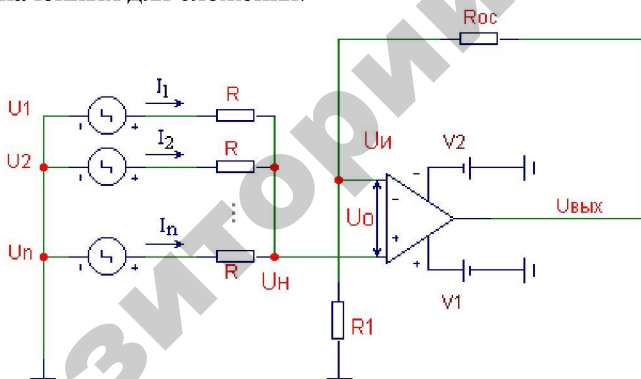

Рисунок 3.36, а - Неинвертирующий сумматор
3. Сумматор (рисунок 3.36).
Сумматоры делятся на инвертирующие и неинвертирующие. Они предназначены для сложения нескольких входных сигналов. Неинвертирующий сумматор (рисунок 3.36, а) реализуется на основе схемы неинвертирующего усилителя путем добавления к входу параллельных ветвей, число которых равно количеству сигналов, предназначенных для сложения.